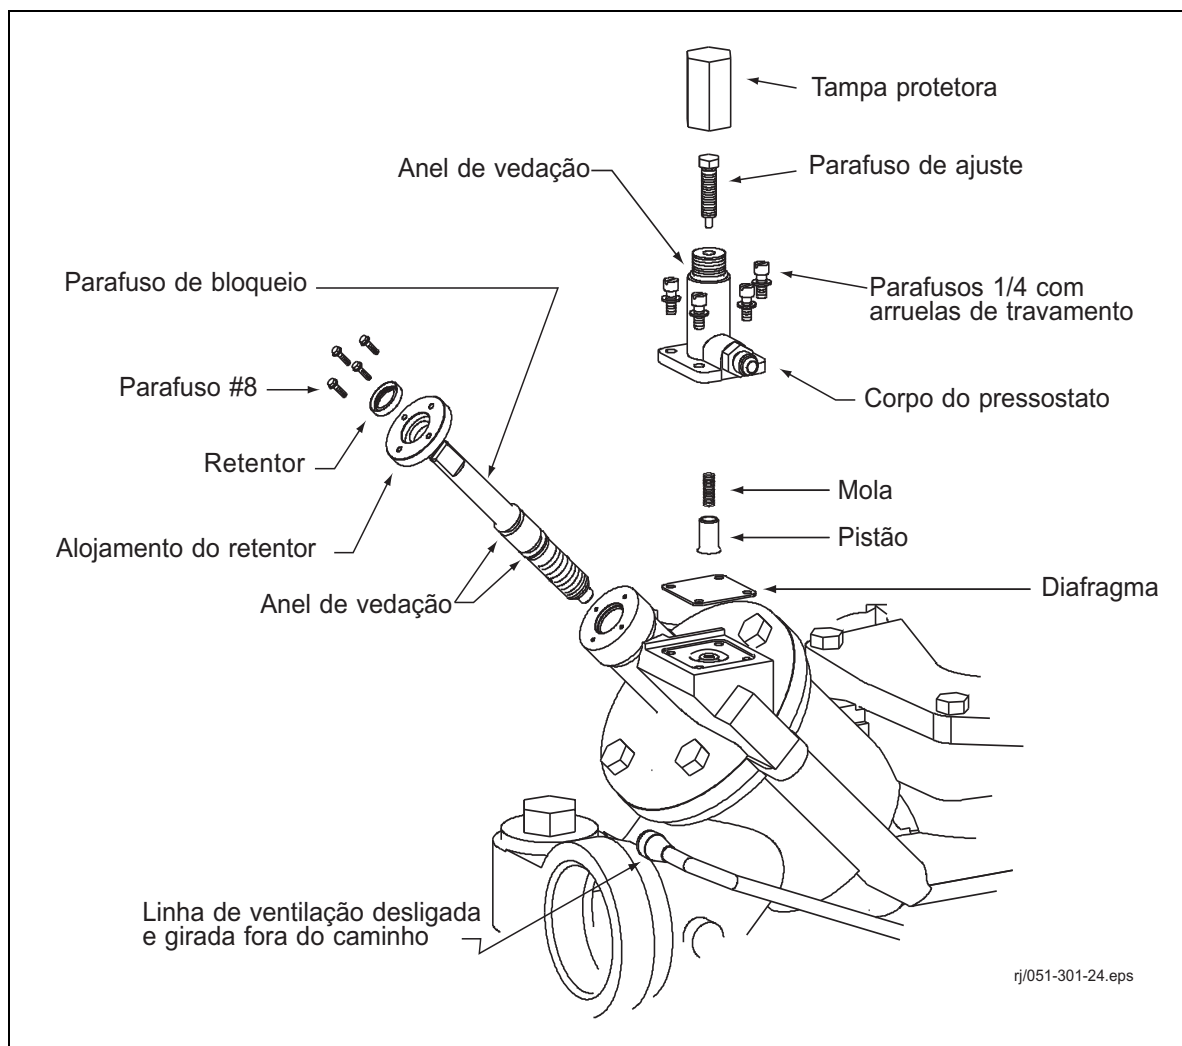

Figura 17. Montagem do parafuso de segurança da válvula de retenção e de pressostato
2. Remoção do parafuso de bloqueio (consulte a Figura 17).
- c. Usando uma peça plana de metal de pelo menos 1/2 polegada maior que o diâmetro externo do limpador, conduza cuidadosamente o novo limpador dentro do invólucro do limpador, orientando o limpador, como mostrado na Figura 17.